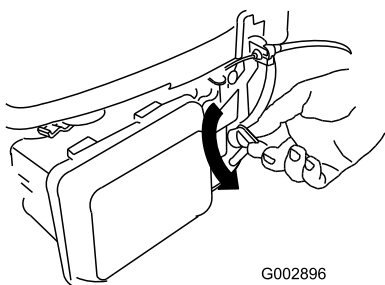

Figura 20
2. Gire la palanca de la válvula de combustible a la posición Abierto (Figura 20).